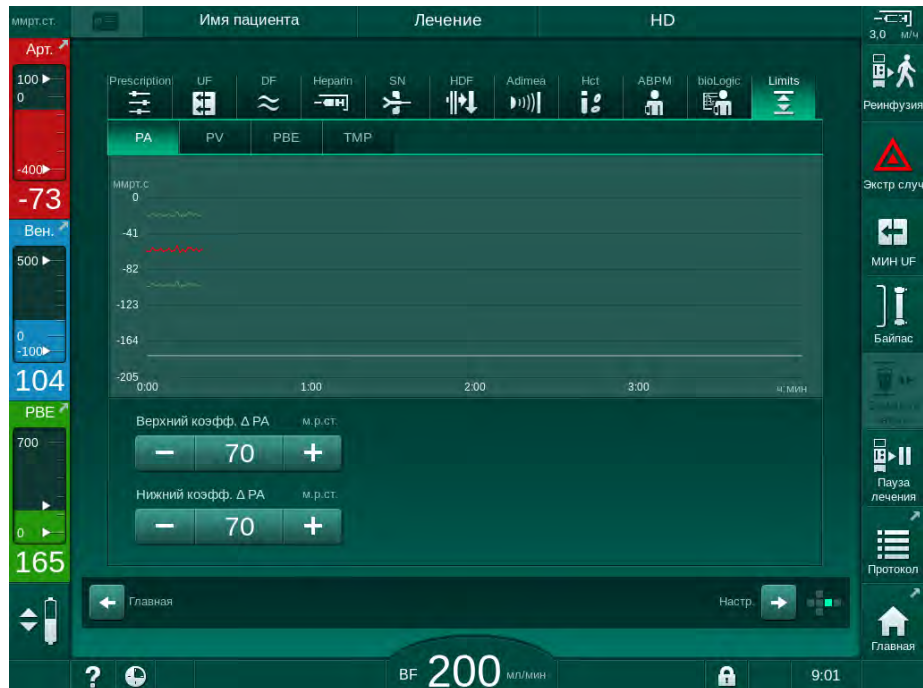
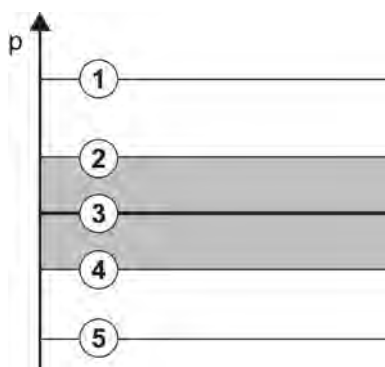

Рис. 5-21 Пример диапазона давления на экране *Ввод*
Рис. 5-22 Диапазоны давления
Давления контролируются с использованием окон диапазона (серая область на Рис. 5-22), которые определяются на основании соответствующего расстояния между фактическим значением ③ и нижним ④ и верхним ② пределами (значения мин./макс. коэффициента дельта). Сумма этих двух расстояний дает ширину окна диапазона, то есть в примере на Рис. 5-21: $70+70=140$ (мм рт.ст.).